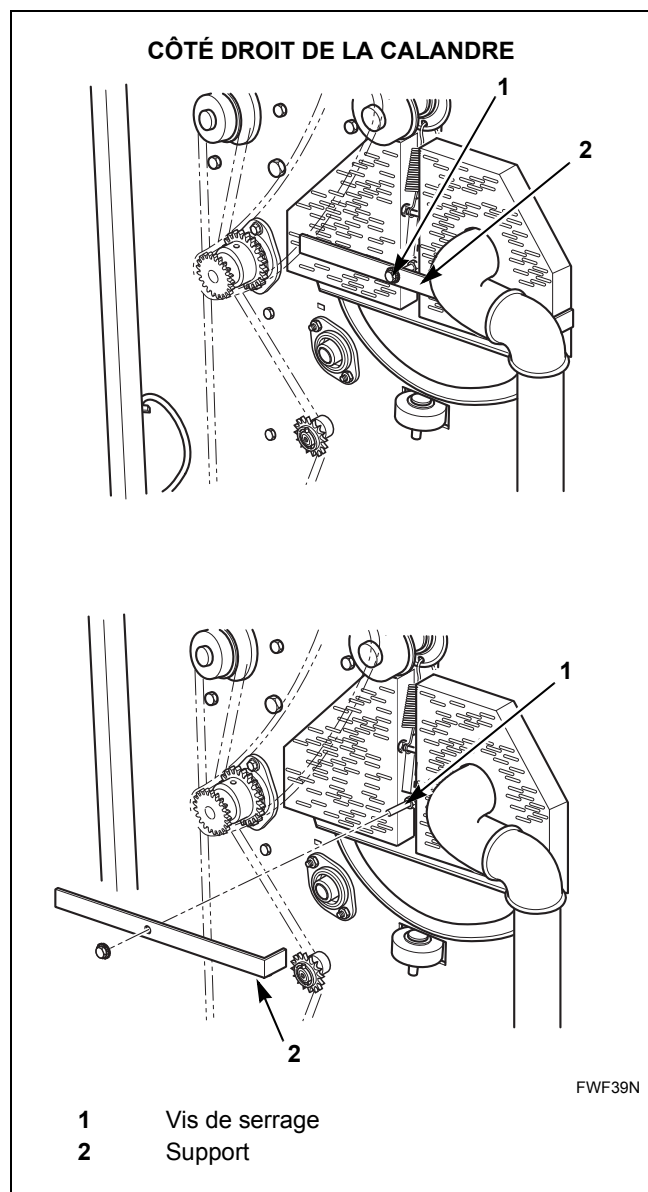

Figure 29
2. Localiser les systèmes de tension des rubans de retour de chaque côté de la machine. Se reporter à la *Figure 29*.